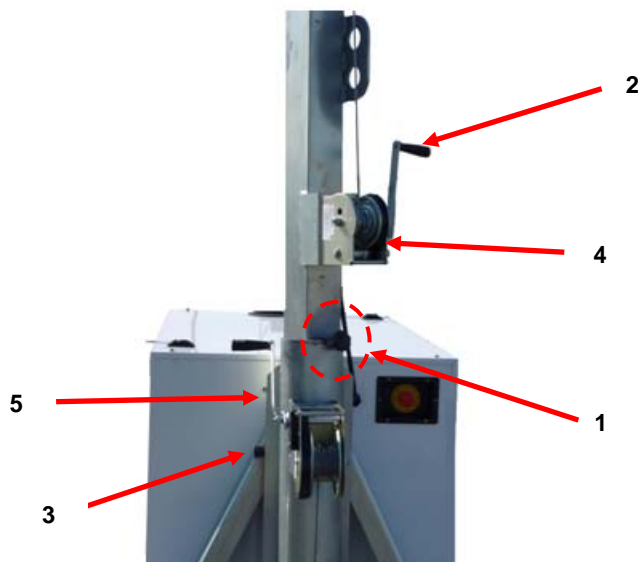

Figure 19: Descente du mât
- ❸ Verrouiller le mât en rotation en le bloquant à l'aide du pivot correspondant (Fig.19 rep.1), puis tourner la manivelle (rep. 2) du treuil (rep.4) avec frein automatique dans le sens inverse des aiguilles d'une montre, jusqu'à ce que toutes les sections télescopiques rentrent dans la première section.
- ④ Débloquer le verrou de sécurité inférieur (Fig.19 rep.3) en le tirant et descendez simultanément le mât télescopique à l'aide de la manivelle du treuil avec frein automatique (Fig.19 rep.5), puis relâcher le pivot de sécurité et poursuivre la descente du mât.